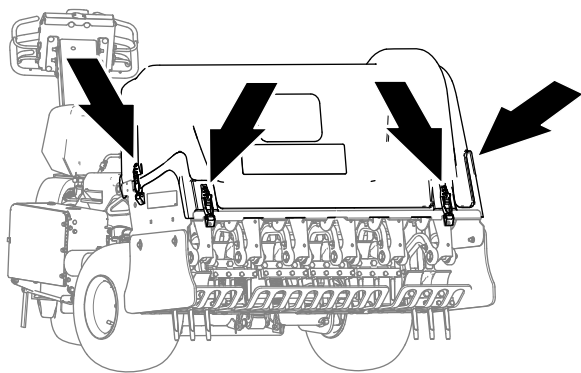
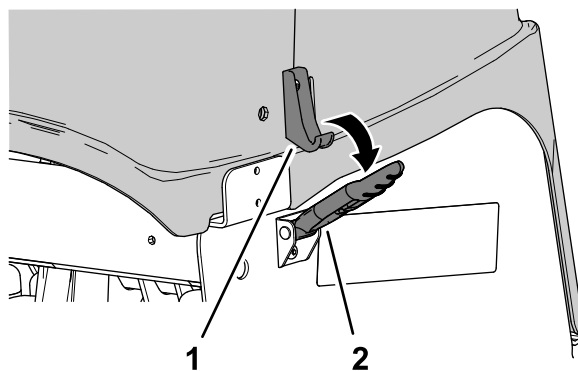

**Figura 137**
**Figura 139**
4. Sganciate la copertura della testa di carotaggio agendo sui 4 fermi (**Figura 137** e **Figura 139**).